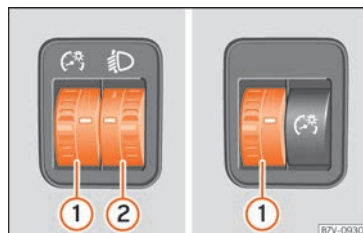

Fig. 145 Al lado del volante: reguladores de la iluminación de los instrumentos y los mandos ① y del alcance de las luces ②.
① Iluminación de los instrumentos y los mandos
Con las luces encendidas se puede regular la intensidad de la luz de los instrumentos y los mandos girando el mando » » **fig. 145 ①**.
② Regulación del alcance de las luces
La regulación del alcance de las luces » » **fig. 145 ②** se adapta según el valor del haz luminoso del faro al estado de carga del vehículo. Con ello el conductor tiene la mejor visibilidad posible y no deslumbr a quien circula en sentido contrario » » ⚠️.
Para ajustar, gire el mando »» fig. 145 ②: